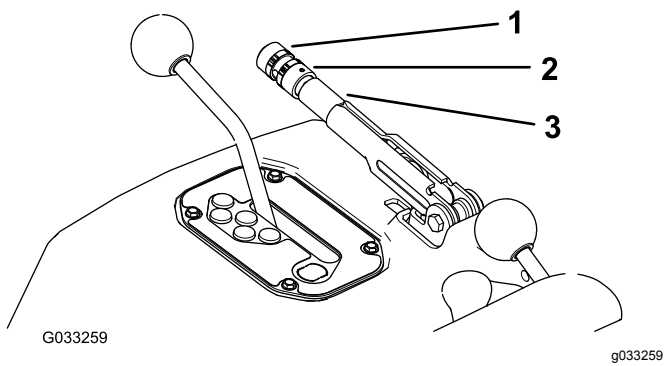

图75
2. 松开将旋钮固定到手刹操纵杆上的固定螺丝图75。
3. 旋转旋钮图75直至达到拉动手刹操纵杆需要的2022kg的力。
4. 调整完成后拧紧固定螺丝图75。